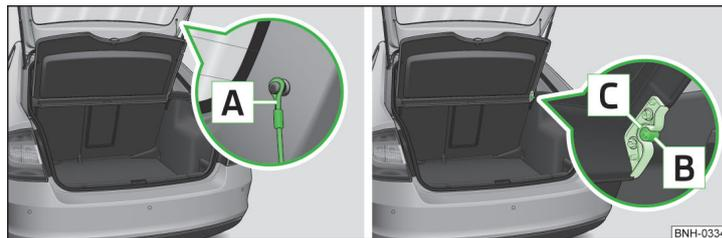

Fig. 76 Fissaggio della cappelliera
- Sganciare i nastri di fissaggio **A** » fig. 76 dal portellone del bagagliaio.
- Gli alloggiamenti sulla cappelliera **C** » fig. 76 devono essere innestati tramite i perni **B** sul rivestimento laterale.
- Gli alloggiamenti della cappelliera **C** » fig. 76 devono essere innestati nei perni del rivestimento laterale **B**.
- Se i nastri di fissaggio **A** » fig. 76 sono agganciati al portellone del bagagliaio, all'apertura di quest'ultimo verrà sollevata anche la cappelliera.